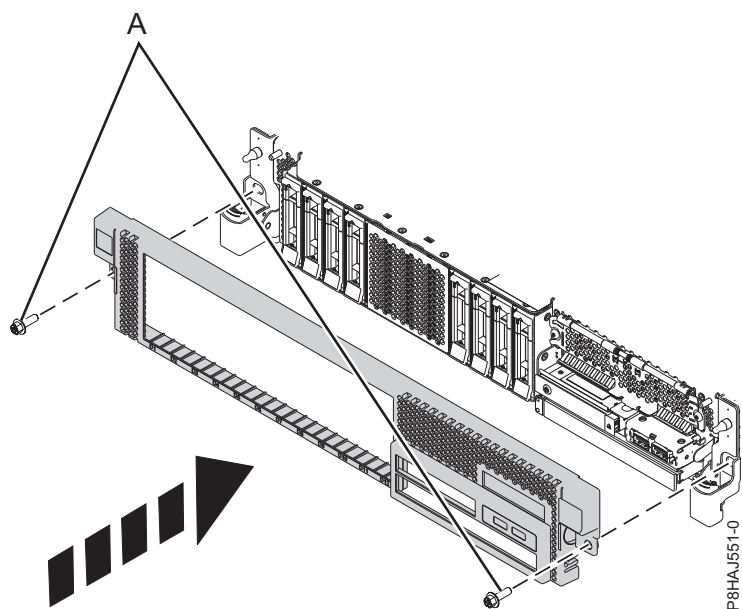

図 15. 前面カバーの取り付け
3. 40 ページの図 15 に示す方向にリリース・ラッチを押して、閉じます。 カチッという音がしてカバーが正しい位置に収まります。カバーにはより簡単につかむことができるくぼみがあります。
4. 配送用ねじ (A) を再取り付けします。